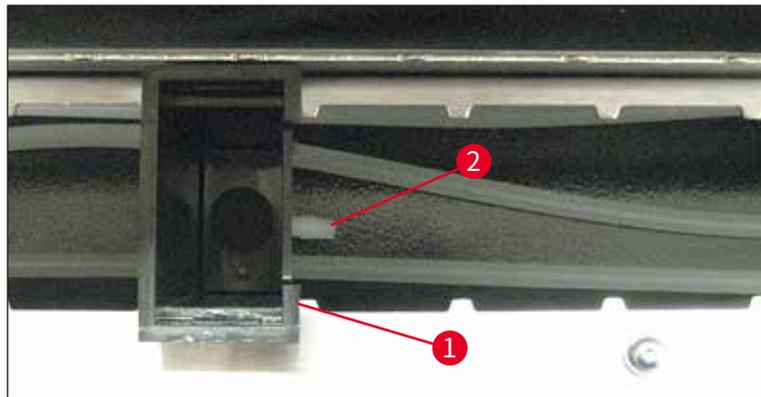

图 19
2. 插入冲洗缸, 使得软管接头 (→ 图 19-2) 指向下载槽 (→ 图 19)。